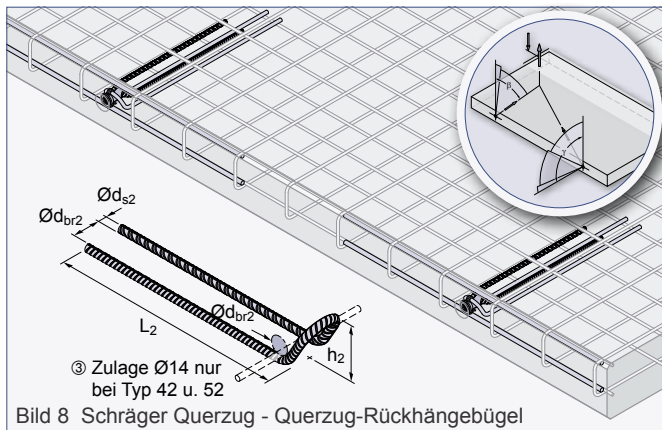

Bild 8 Schräger Querzug - Querzug-Rückhängebügel
Die Beanspruchung der Querlochhülse mit Querzug $\gamma \geq 15^\circ$ erfordert den Einbau einer Zusatzbewehrung nach Tabelle 5). Dieser Querzug-Rückhängebügel wird stirnseitig im Bauteil entgegen der Zugkrafttrichtung angeordnet (siehe Bild 8) und hat im Scheitelpunkt der Biegung Druckkontakt mit der Querlochhülse. Querzugbelastungen an der Querlochhülse sind nur bei Wanddicken d gemäß Tabelle 2 möglich. Das Aufrichten von Platten kann zu gleichzeitigem Schräg- und Querzug, dem so genannten schrägen Querzug, an den Transportankern führen (Bild 8). Der Querzug-Rückhängebügel deckt sowohl diese Lastrichtung als auch die Lastrichtung Schrägzug ab. Das Umlegen oder Aufstellen des Bauteils während der Montage, bedarf der Beachtung der Lage der Querzugbewehrung. Bei der Belastungsrichtung Querzug muss die in Tabelle 3 angegebene Mattenbewehrung als Mattenkappe ausgeführt werden. Zusätzlich zu der oben genannten Mattenkappe müssen Längseisen entsprechend Tabelle 5 eingebaut werden.
② Eine Mindestbauteildicke von 80 mm ist erforderlich
③ Zulage $\varnothing 14$, $l = 60$ cm (siehe Bild 8)